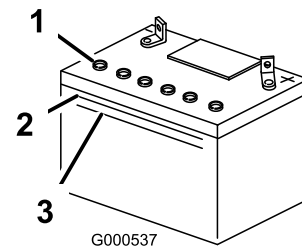

Figura 33
2. Mire hacia el lateral de la batería. El electrolito debe llegar a la línea superior (Figura 33). No permita que el electrolito esté por debajo de la línea inferior (Figura 33).
3. Retire los tapones de ventilación de la batería (Figura 33).
4. Vierta lentamente agua destilada en cada célula de la batería hasta que el nivel de electrolito llegue a la línea superior (Figura 33) de la caja de la batería.
5. Espere de cinco a diez minutos después de llenar las células de la batería. Añada agua destilada, si es necesario, hasta que el nivel de electrolito llegue a la línea superior (Figura 33) de la caja de la batería.